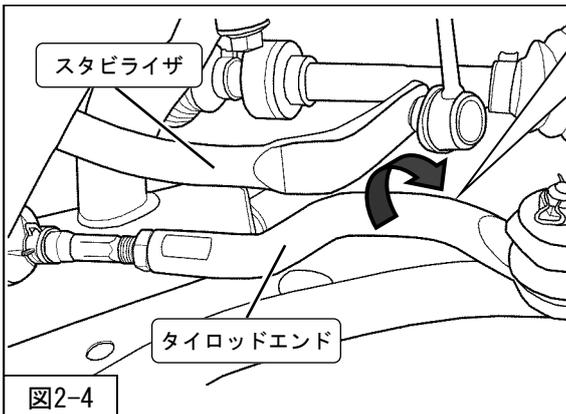

図2-4
7. タイロッドエンドの向きにより、スタビライザと接近する場合がありますので、フロントサスペンションASSYを取付け後、タイロッドエンドを水平にし、スタビライザとのクリアランスを確保してください。（図2-4）